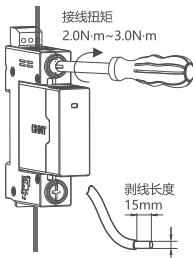

图6 NXU-I+II 接线方式
5.4 适用于铜导线连接，导线选择见表3，接线方式及剥线长度示意如图6